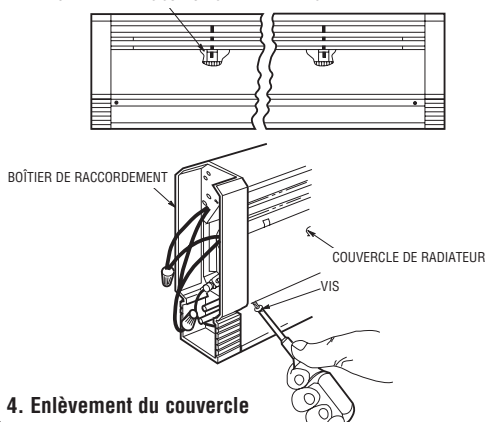

Figure 4. Enlèvement du couvercle frontal
4. Enlevez le couvercle frontal du radiateur en ôtant les vis aux angles inférieurs. Tirez le bas du couvercle vers l'extérieur et soulevez son haut pour dégager le boîtier de raccordement. Recommencez du côté opposé. Dégagez le haut du couvercle du l'équerre centrale et des supports intermédiaires. Voir la Figure 4.